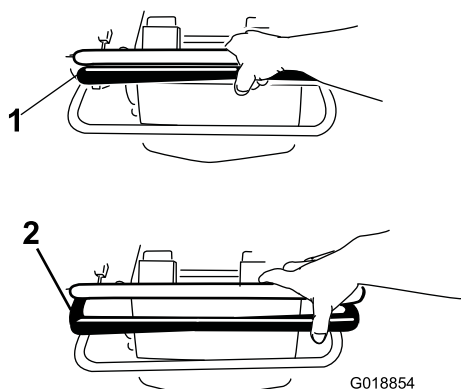

Figure 15
- Pour vous déplacer en marche avant, poussez la commande de déplacement en avant (Figure 15). Réglez le régime moteur avec la commande d'accélérateur.
- Pour arrêter la machine, relâchez la barre de commande de déplacement (Figure 15).